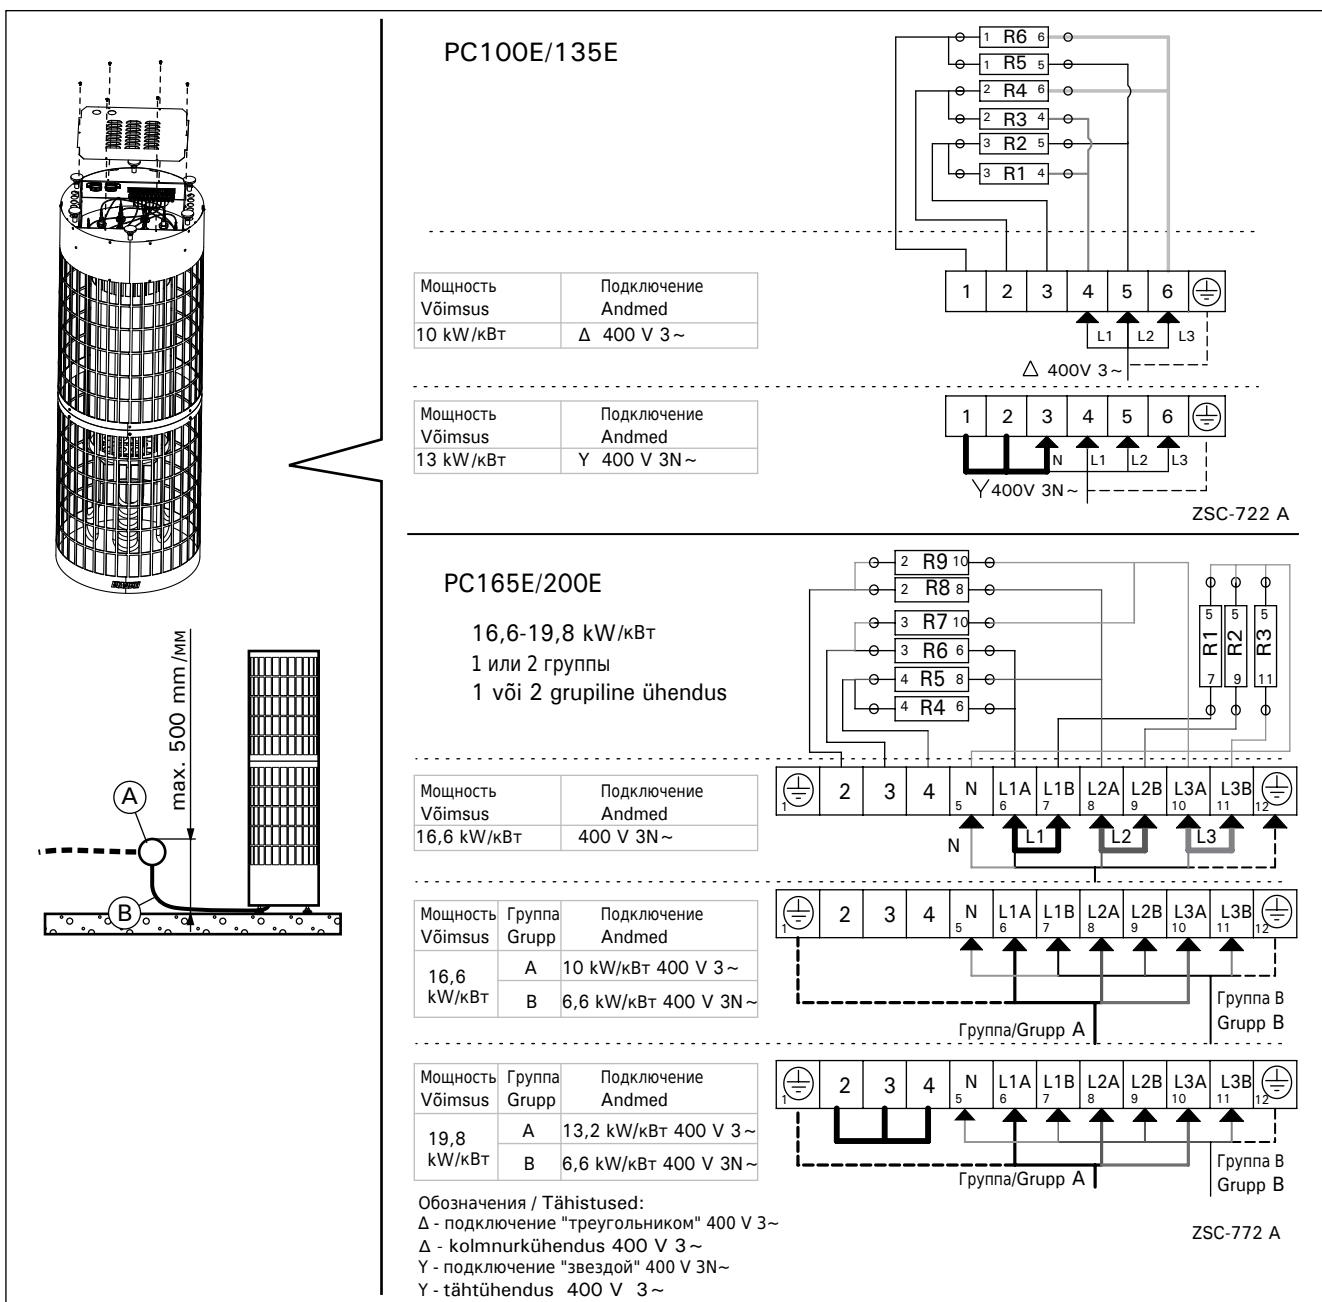

Рисунок 5. Электромонтаж
- Каменка гибким проводом подсоединяется к соединительной коробке (рис. 5: А) на стене сауны. Соединительная коробка должна быть брызгозащищенной и находиться на расстоянии не более 500 мм от пола.
- В качестве кабеля (рис. 5: В) следует использовать резиновый кабель типа H07RN-F или подобный.